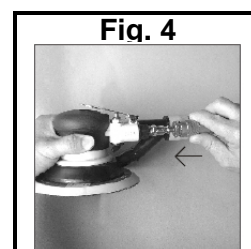
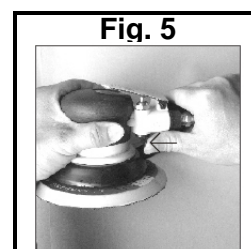

Fig. 4
Fig. 5
7. Retirez le capot de l'arrivée d'air et montez le tuyau à air sur l'outil. Réglez la pression de l'air à 6,3 bars. (Fig. 4). **Attention** : Lorsque vous assemblez le tuyau d'air, la vanne de déclenchement (26) doit être en position « Arrêt ». (fig.5)